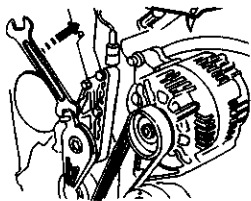

图 2-11 用专用工具
20) 使用专用工具按图 2-11 所示的方向扳动张紧轮，使 V 带松开。